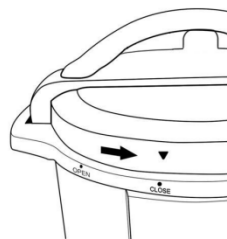

Figura 3
Acordă atenție semnelor „OPEN” („DESCHIS”) și „CLOSE” („ÎNCHIS”) de pe marginea corpului oalei sub presiune (13) și „▼” de pe marginea capacului (2). Pentru închiderea și fixarea corespunzătoare a capacului oalei sub presiune (2) potrivește întotdeauna semnele „CLOSE” de pe inelul superior (9) și „▼” de pe marginea capacului (2) (Figura 3).